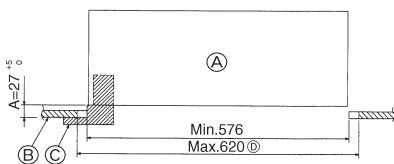
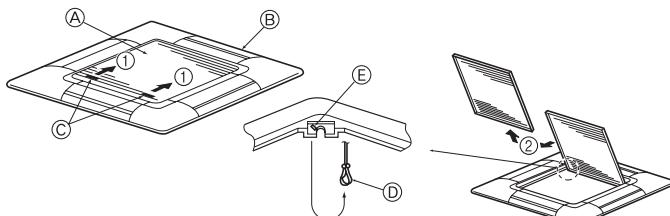
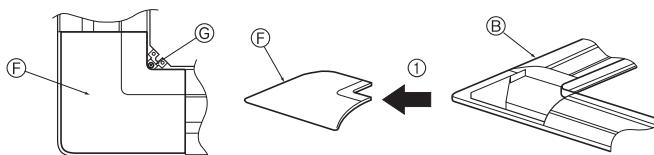

Fig. 5-2
Fig. 5-3
Fig. 5-4
5.2. Vorbereitung zum Anbringen des Gitters (Fig. 5-2)
- ① Hauptanlage
- ② Decke
- ③ Lehre (Zubehör)
- ④ Maße der Deckenöffnung
5.2.1. Das Ansauggitter abnehmen (Fig. 5-3)
- Zum Öffnen des Ansauggitters die Hebel in die Richtung, die durch Pfeil ① gekennzeichnet ist, schieben.
- Das Scharnier des Ansauggitters bei geöffnetem Ansauggitter (Position "offen") vom Gitter wie durch Pfeil ② gekennzeichnet, abnehmen.
5.2.2. Die Eckplatte abnehmen (Fig. 5-4)
- Die Schraube von der Ecke der Eckplatte abnehmen. Die Eckplatte wie durch Pfeil ① gekennzeichnet schieben, um so die Eckplatte abzunehmen.